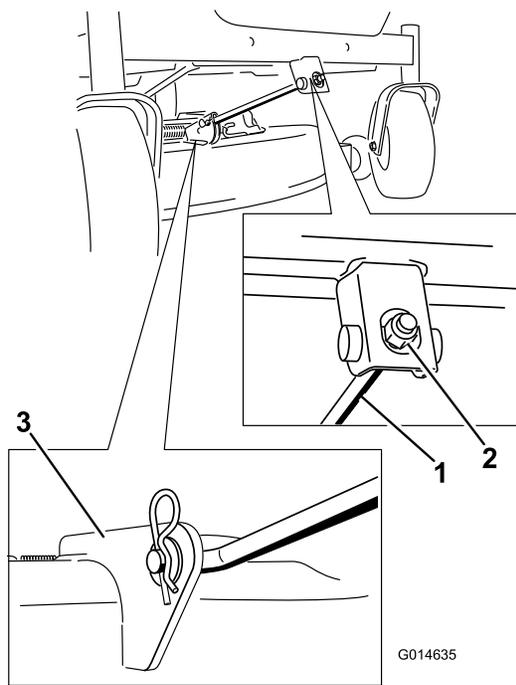

Figura 62
5. Rimuovete la coppia dall'asta di supporto frontale e rimuovete l'asta dalla staffa del piatto di taglio (Figura 62).
6. Montate l'asta di sostegno anteriore sul piatto di taglio con il perno con testa e la coppiglia a forcina (Figura 62).